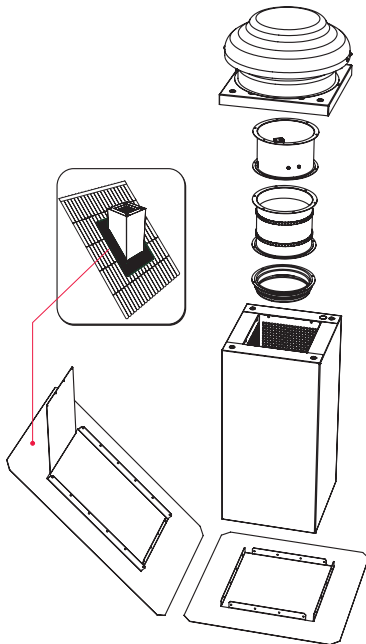

Fig. 5.5.21 Montering ved hjælp af tilbehør
- Aggregatet skal monteres på skorstenen ved hjælp af tilbehør: omvendte trykventiler, fleksible forbindelsesstykker og tilslutningsflanger. De må udelukkende monteres som vist i Fig. 5.5.21.
- Når ventilatoren er fastgjort på skorstenen, skal ventilatorafdækningen trækkes tilbage og skrues fast med fire (4) skruer.